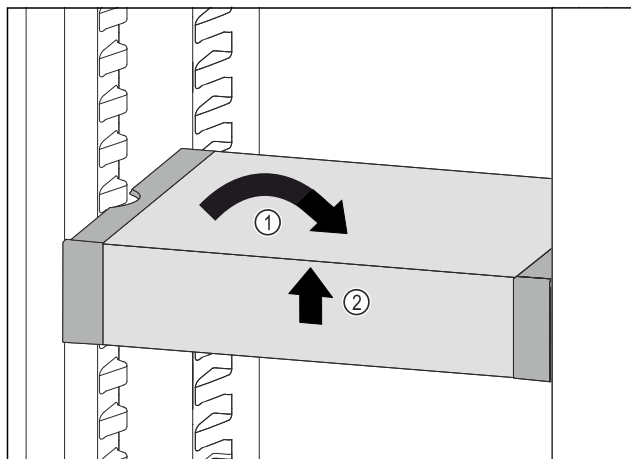

Fig. 122
- Remettre le VarioSafe droit. Fig. 122 (1)
- Soulever la partie avant du VarioSafe. Fig. 122 (2)